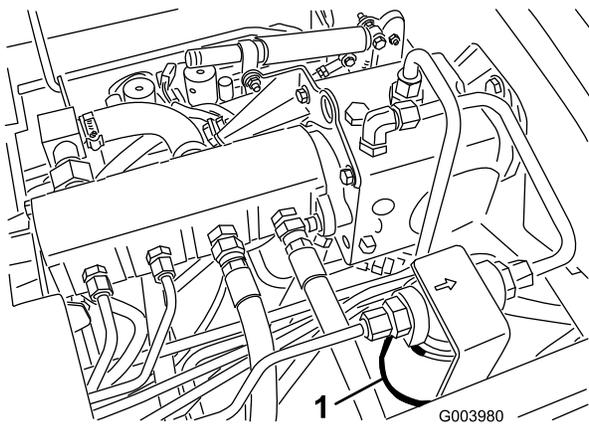
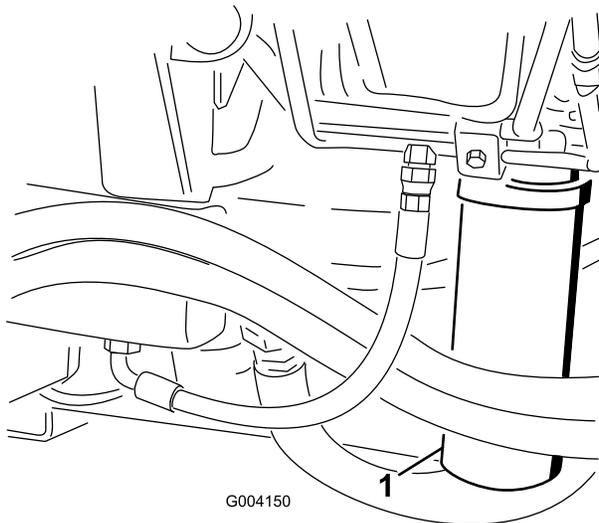

Figura 79
Figura 80
2. Limpie la zona alrededor de la zona de montaje del filtro y coloque un recipiente debajo del filtro (Figura 79 y Figura 80).